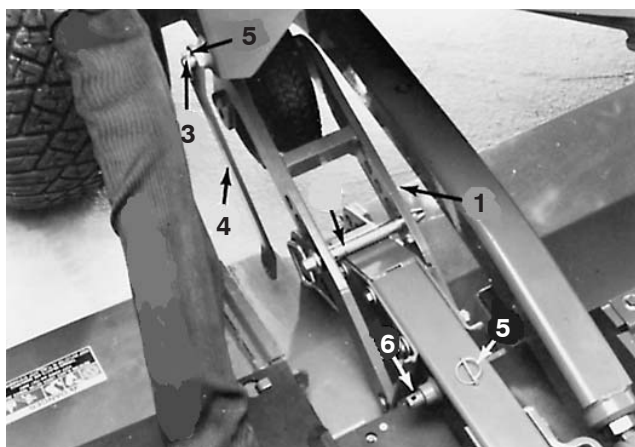

Figure 62
5. Posez la biellette d'inclinaison sur la soudure à droite du groupe de déplacement et fixez-la en place avec la goupille "klik". Placez la biellette de sorte qu'elle ne gêne pas le plateau de coupe quand il est relevé. Gardez la goupille "klik" restante à portée de main pour fixer l'autre extrémité de la biellette à la soudure du bras du plateau de coupe (Fig. 62).